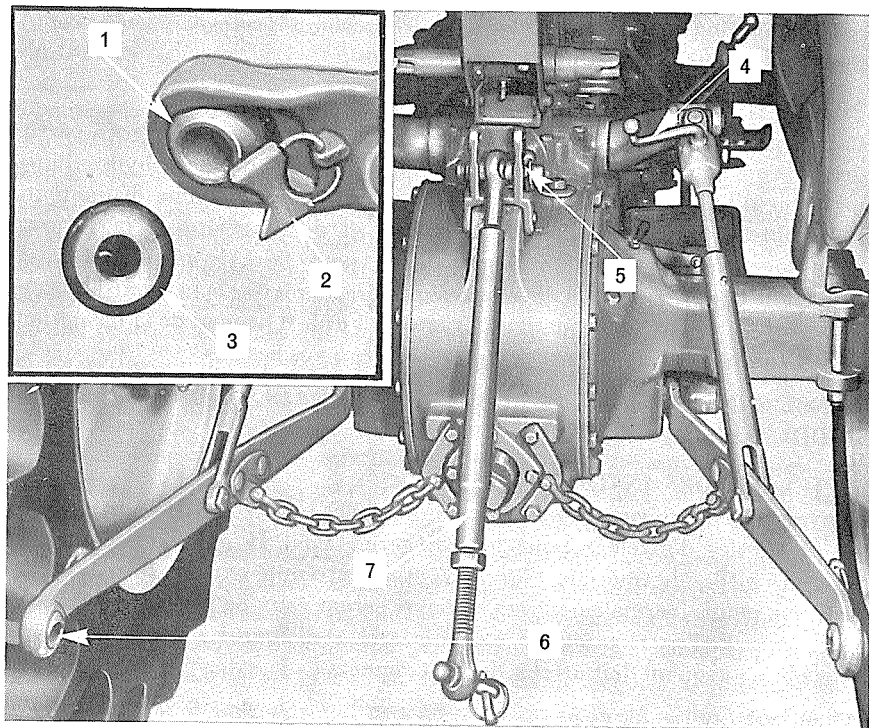

Figure 17 Attelage
Conversion en catégorie I ou II: Le Ford 3000 peut être doté sur demande de rotules d'attelage pour les catégories I ou II que l'on monte en bout des bielles de traction, Figure 17, et à l'extrémité extérieure de la bielle de 3ème point. Normalement ces embouts seront ceux de la catégorie I mais des rotules de l'autre catégorie, à savoir la II, sont fournis pour les monter à leur place lorsqu'on doit atteler des instruments de la catégorie II.
2. Bielle de traction. Sur chaque bielle de traction retirez la bride à ressort, cartouche Figure 17, de la rotule extérieure, et faites tourner cette rotule dans son logement jusqu'à ce que son alésage se trouve à la verticale. La rotule peut alors être extraite de la bielle. Procédez inversement pour placer la nouvelle rotule.
Bielle réglable de 3eme point: La bielle réglable de 3eme point, Figure 17, se conforme aux exigences du travail des outils en desserrant l'écrou de blocage et en vissant ou dévissant le manchon fileté jusqu'à obtention de la longueur voulue. La longueur normale de cette bielle de 3eme point est de 68,58 cm).
Basculeur de relevage hydraulique du tracteur: Le basculeur de relevage hydraulique à 2 trous, Figure 17, sur le tracteur, procure une meilleure sensibilité de régulation pour les outils tractés lourds ou légers. Montez la bielle de 3eme point dans le trou du haut pour les charges légères (sarclage, désherbage) et dans celui du bas pour les fortes charges (labour).
Manivelle de mise à niveau: Une manivelle de mise à niveau, Figure 17, est prévue sur le tirant droit de relevage pour régler l'outil de niveau. En travail normal.